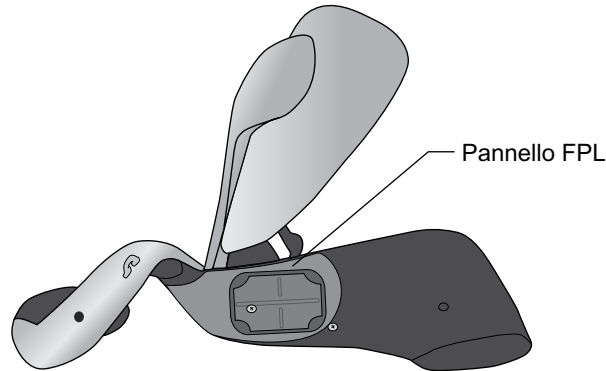

Figura 6-11 - Posizionamento del pannello FPL sull'ortosi
5. passando attraverso la base dell'elettrodo del pannello FPL, inserire la vite per il pannello FPL nella base e nella presa dell'elettrodo FPL n. 5 dell'ortosi; (Figura 6-11).